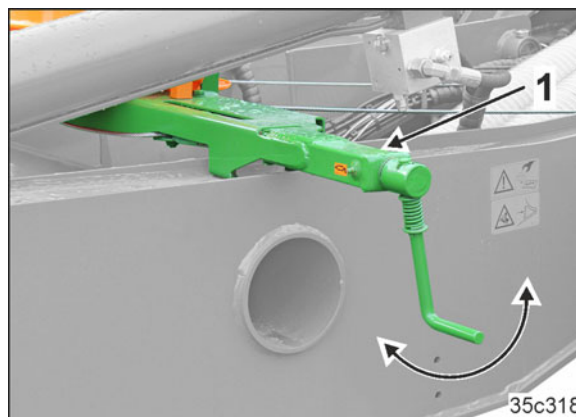

Fig. 129
2. Acționați frâna de parcare a mașinii (Fig. 129/1).